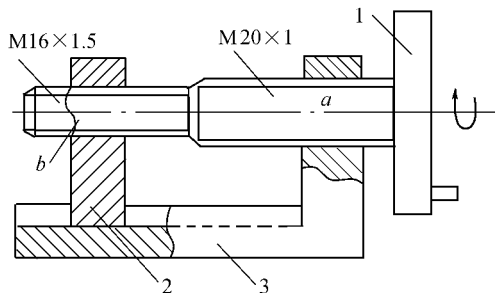

图 2-5
4. 如图 2-5 所示为差动螺旋传动,求当螺杆转动 1 圈时,活动螺母 2 的实际移动距离应为多少? 移向如何?